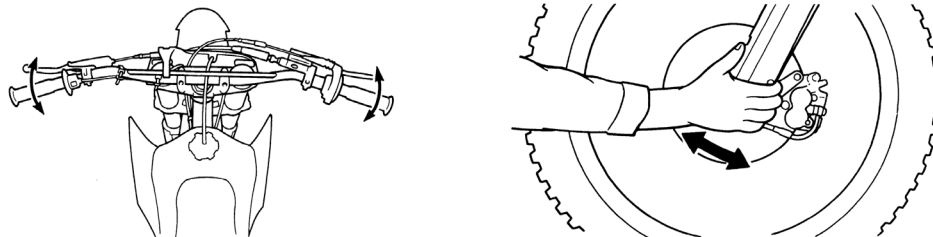

Рисунок 4. Проверка рулевой колонки
2. Встаньте перед мотоциклом. Возьмитесь за вилку в районе передней оси (рисунок 4) и потяните вилку по направлению к двигателю и обратно несколько раз. Если подшипники изношены, вы почувствуете люфт или даже услышите щелчок / глухой удар. Если при повороте руля ощущается небольшое сопротивление, без закусывания и посторонних звуков, или